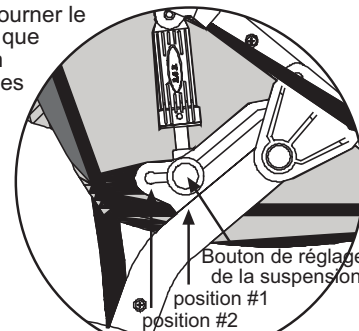

Fig. 2
- 2 LE BRAS PIVOTANT:** Faire tourner le bras vers l'extérieur jusqu'à ce que les amortisseurs s'engagent en position 1 (fig.2). Les goupilles des amortisseurs se mettront en position blocage #1.